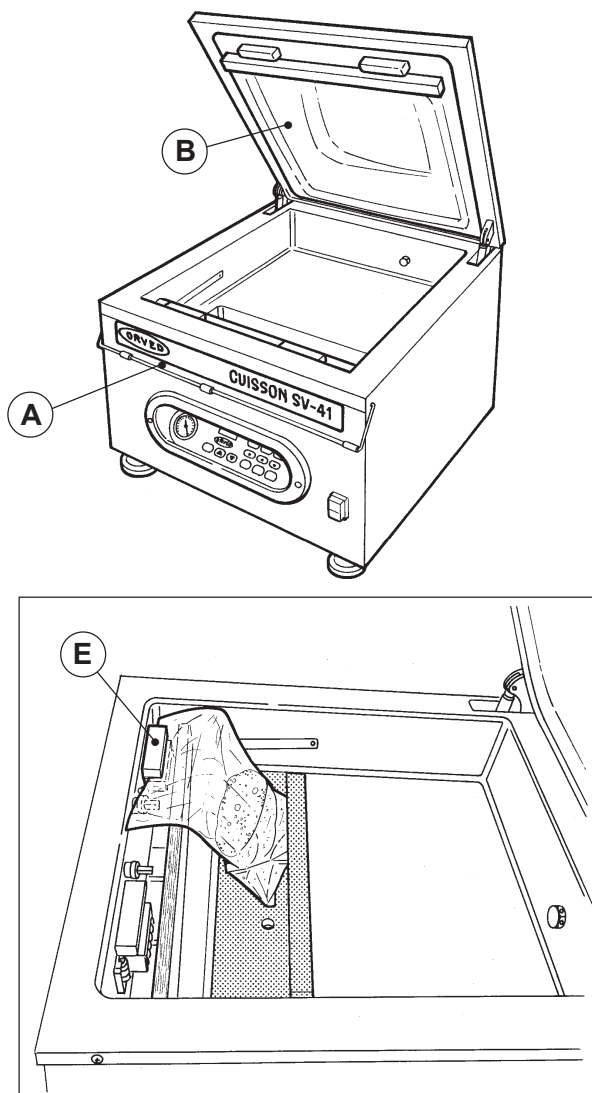

Рис. 1
- 1) Опустите держатель крышки (A): крышка рабочей камеры из плексигласа откроется (B).
- 2) В зависимости от упаковываемого продукта, заполните необходимым количеством пластин вертикальное углубление рабочей камеры (C); оставшиеся пластины (D) можно разместить в горизонтальной части камеры.
- 3) Упаковка пакетов, содержащих жидкие продукты: Вертикальное углубление позволяет упаковывать жидкие продукты объемом до 5 литров. В этом случае должен использоваться пакет с подходящей шириной (вертикальное углубление должно быть полностью заполнено продуктом по ширине). Уровень жидкого продукта не должен превышать $\frac{3}{4}$ высоты (H). Оставшаяся часть пакета должна выступать из углубления на расстояние достаточное для расположения его края в маркировщике (E). Для пакетов с меньшими размерами используйте большее количество пластин (C), достаточное для расположения края пакета в маркировщике (E - Рис. 1). Могут упаковываться как один пакет (Рис. 1), так и два пакета одновременно; или же один пакет, но большего размера (Рис. 2), в этом случае рекомендуется удалить неиспользуемый маркировщик (F).